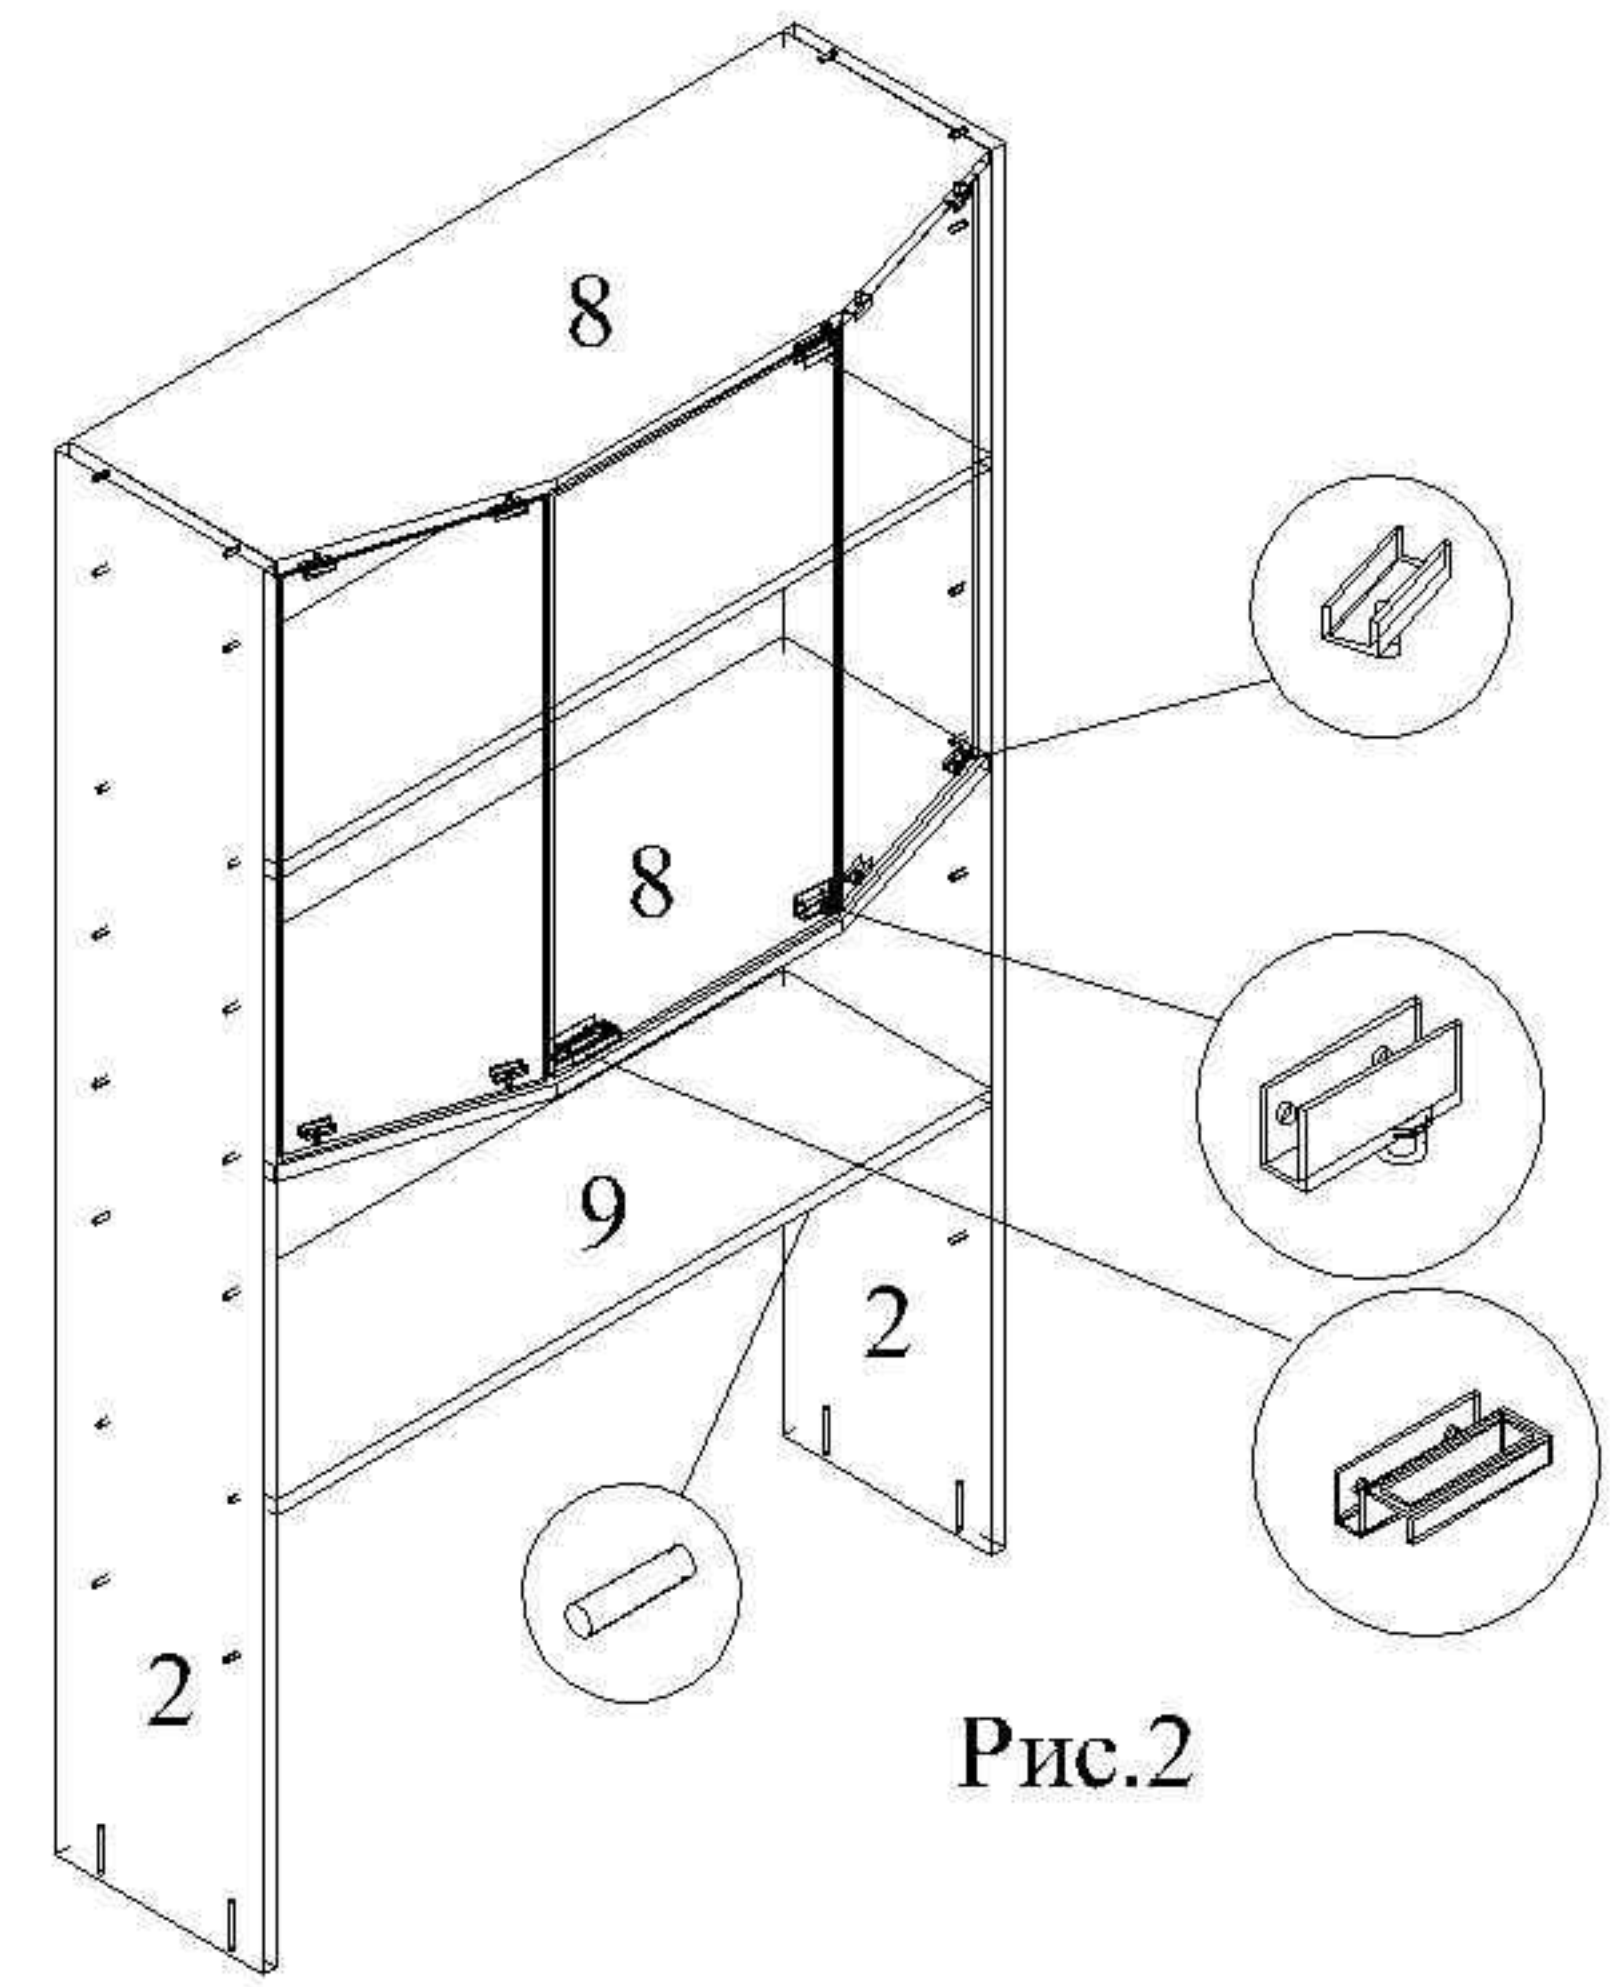

Рис.2
14. Вставить стеклодержатели в детали 8 (рис.2).